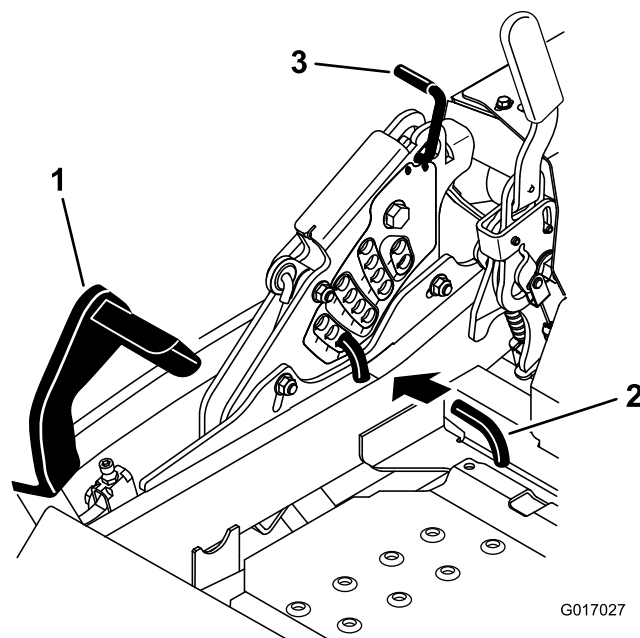

Figure 93
5. Enfoncez la pédale de relevage du tablier de coupe au maximum pour verrouiller le tablier à la position de transport de 14 cm (5,5") (Figure 93).